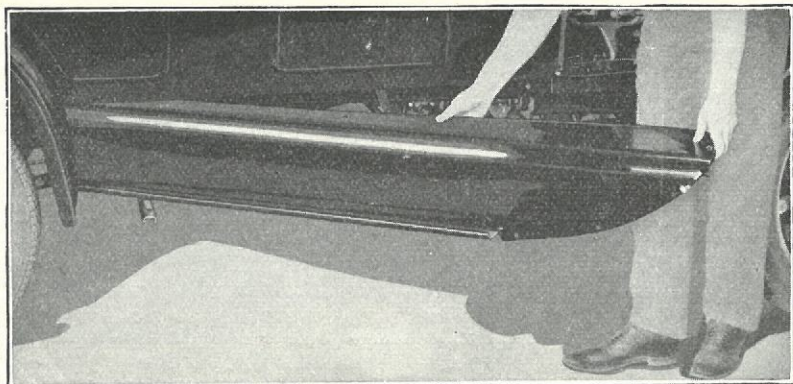

Fig. 544
- 1182** Træk Sidestænksskærmen tilbage, indtil den gaar fri af Forskærmen, og aftag den, som vist i Fig. 544.
- 1183** *Paasætning:* Naar en ny Sidestænksskærm paasættes, indsættes Enden af Sideskærmen mellem Bagskærm og Chassisramme (Fig. 544).